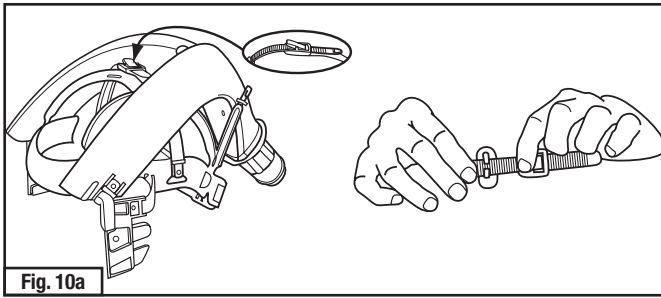

Fig. 10a
- Ajuster la coiffe S-950 au besoin pour obtenir un ajustement confortable (Fig. 10a et 10b). Une mentonnière optionnelle (S-958) est offerte pour plus de confort et de stabilité. Consulter la section *Pièces de remplacements et accessoires de ces directives d'utilisation* pour obtenir de plus amples renseignements.